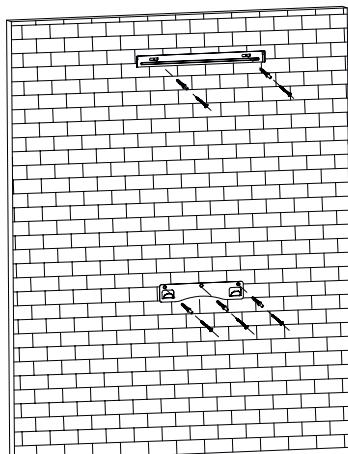

Рис. 9
Разместите на стене планку крепления вытяжки по горизонтали так, чтобы при навесе на нее вытяжки получилось необходимое расстояние до столешницы. Сделайте разметку отверстий крепления планки (рис. 9).
3. Прикрутите установочную планку в просверленные места (рис. 9).
предварительно промазав местостыковки герметиком, и закрепить его с помощью хомута (приобретается отдельно). (рис. 9)